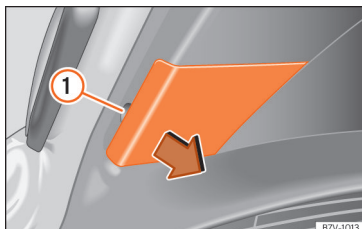

Abb. 68 An der Gepäckraumklappe: Abdeckung abnehmen.
- Mit der flachen Klinge des Schraubendrehers aus dem Bordwerkzeug (» Seite 44) die Abdeckung an der Aussparung » Abb. 68 1 vorsichtig abhebeln.